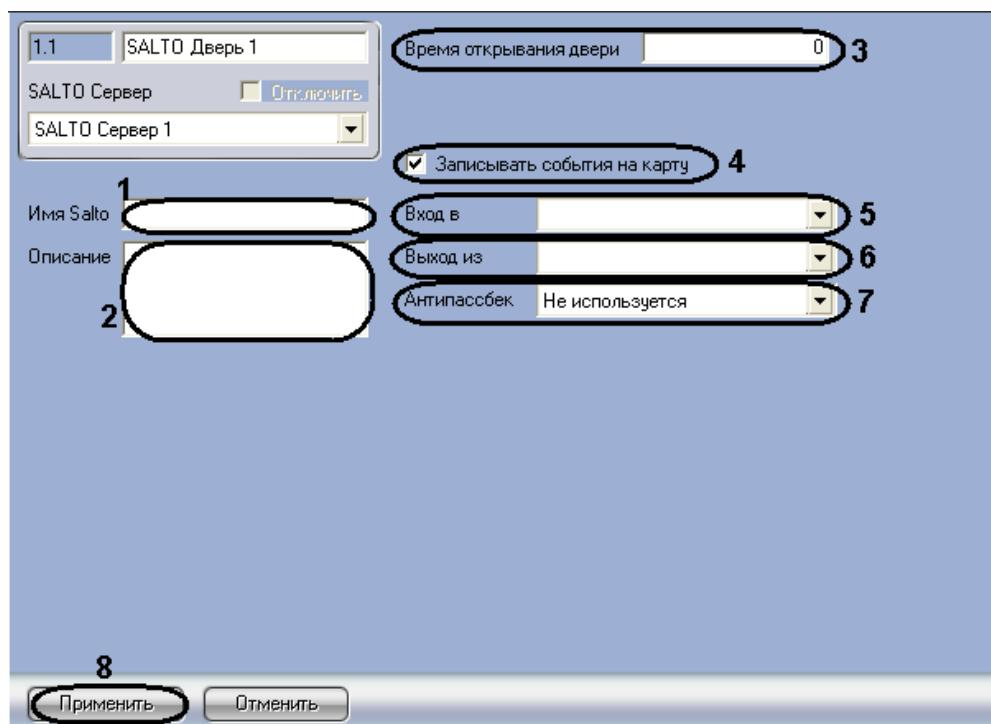

Рис. 3.3—9 Настройка дверей СКУД SALTO
2. В поле **Имя Salto** ввести название двери, которое будет задано объекту в SHIP (см. Рис. 3.3—9, 1). Введенное название должно быть уникальным.
3. В поле **Описание** ввести описание двери (см. Рис. 3.3—9, 2).